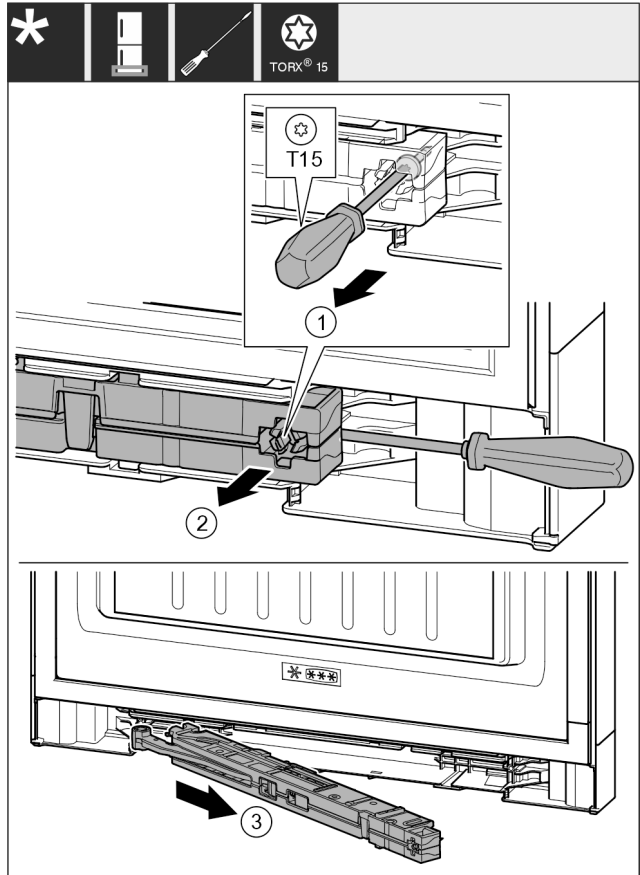

Fig. 21
- ▶ Oldja ki a csavart Fig. 21 (1) a záráscsillapító egységen 14 mm méretű csavarhúzóval.
- ▶ Emelje ki a záráscsillapító egységet Fig. 21 (2) a fogantyú felőli oldalon csavarhúzó segítségével felfelé.
- ▶ Húzza ki a záráscsillapító egységet Fig. 21 (3).